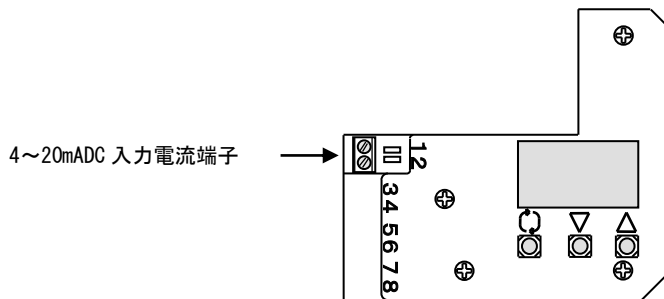

図 8
- 2) 調節計（コントローラ）からの入力電流配線を図 8 に従い接続します\*1。